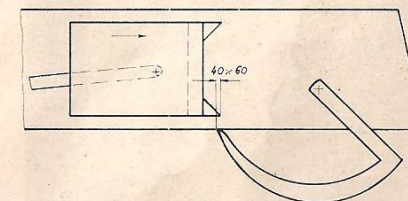

Bild 15
Die Bindenadeln sind so einzustellen, daß sich ihre Spitzen beim Eintreten in den Preßkanal ca. 4 bis 6 cm hinter den Spitzen des Preßkolbens hochbewegen (Bild 15).
- das Schwungrad ist im Gegenurzeigersinn so lange zu drehen, bis der Preßkolben zur Nadelspitze die Stellung erreicht hat, die auf Bild 15 dargestellt ist;